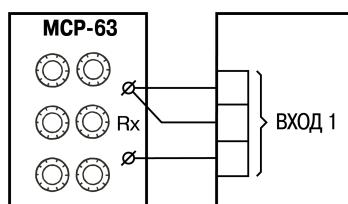

Рисунок 8.1 – Схема подключения магазина сопротивлений при юстировке
- Соединить магазин с прибором по трехпроводной схеме (см. рисунок 8.1). Сопротивления проводов линии должны быть одинаковы и не должны превышать 15,0 Ом.